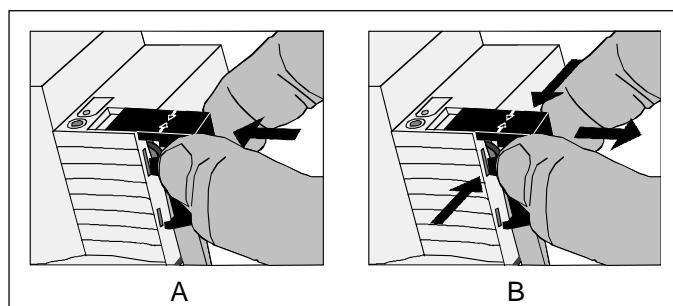

Fig. 2: Mettre en place / enlever le cache
- Mettre en place le cache: glisser le cache sur la borne de bus (voir Fig. 2.A) jusqu'à ce qu'il se verrouille de manière perceptible.
- Enlever le cache: on enlève le cache en le poussant légèrement latéralement et en le tirant vers l'avant (voir Fig. 2.B).